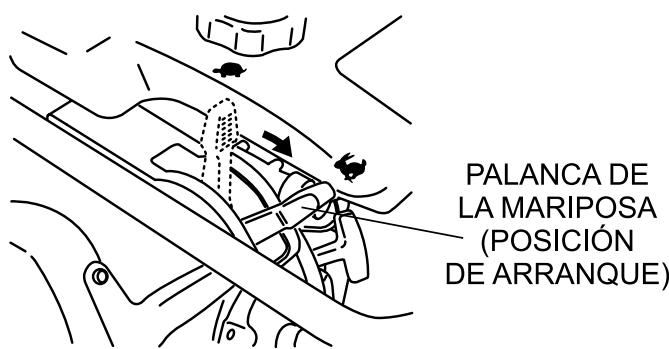

Figura 10. Palanca de la mariposa (posición de arranque)
1. Para iniciar la acción compactadora, mueva la palanca de la mariposa (Figura 10) **rápidamente** de la posición de **MARCHA MÍNIMA** a la posición de **ARRANQUE** (☞). NO mueva la palanca lentamente ya que esto puede dañar el embrague o el resorte.